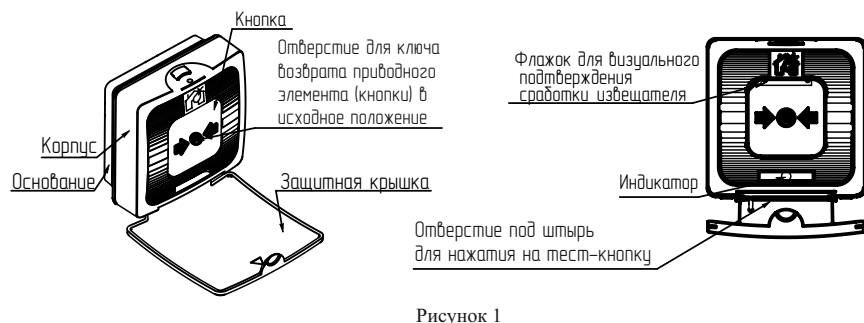

Рисунок 1
2.1 Извещатель передает тревожный сигнал «Пожар» по АЛС в ПКП и КАУ при нажатии на приводной элемент (кнопку) с усилием свыше 25 Н. При этом появляется флажок желтого цвета (см. рисунок 1), что обеспечивает визуальное подтверждение о сработке извещателя. После снятия усилия кнопка извещателя остается в нажатом состоянии. Для возврата кнопки в исходное положение применяется ключ, входящий в комплект поставки.
7.1 Нажать с помощью штыря В 0,8 мм (например, с помощью разогнутой канцелярской скрепки) на тест-кнопку (Рисунок 1). Контролировать: